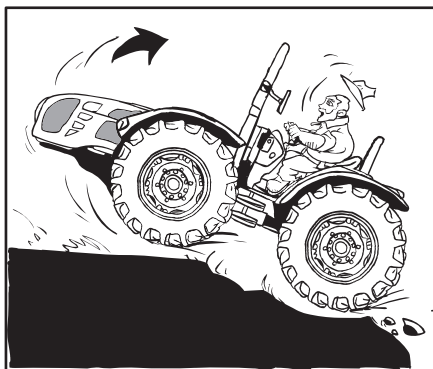

Fig. 2.17
- Se il trattore è impantanato nel fango o bloccato nel terreno, **NON** tentate di uscire guidando in avanti. Il trattore può ruotare attorno alle ruote posteriori e ribaltarsi (Fig. 2.17). Sollevate o rimuovete gli attrezzi montati e tentate di FARE MARCIA INDIETRO. Se ciò non fosse possibile trainare il trattore fuori con un altro veicolo.